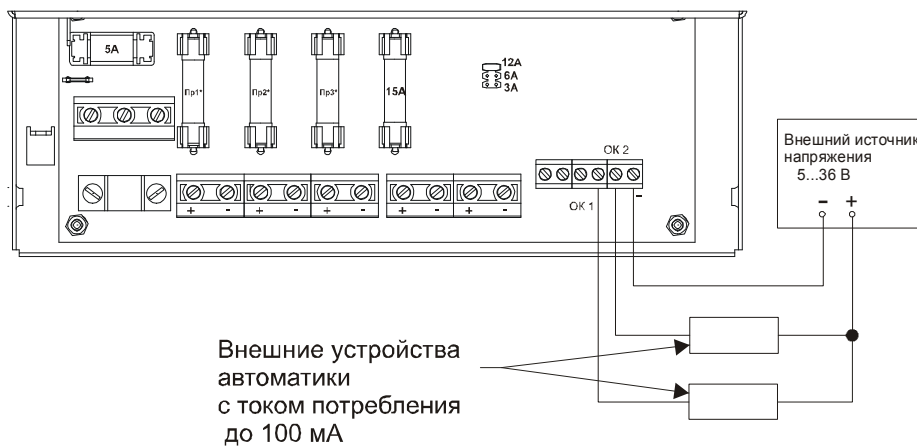
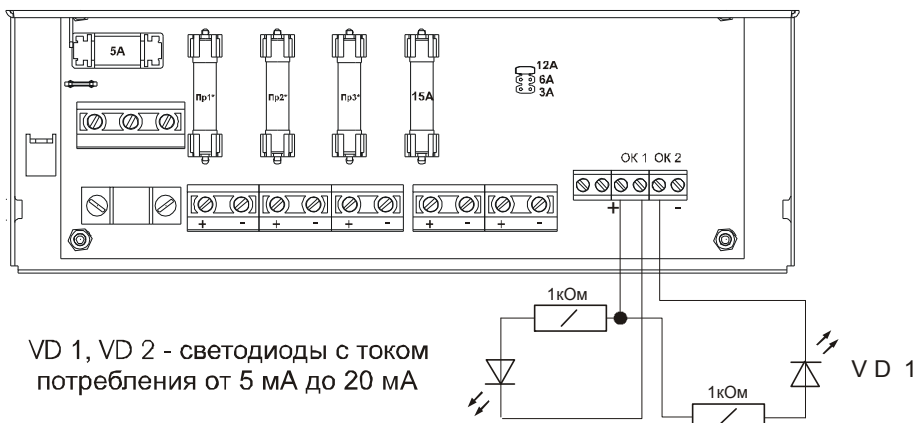

Рис. 5
Рис. 6
- ◆ Подключите, при необходимости, внешние устройства автоматики рис. 5 (или внешние цепи индикации рис. 6) к выходам типа открытый коллектор «Выход ОК 1» и «Выход ОК 2».